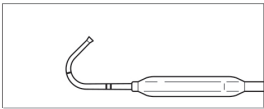

图 9：上颌窦弯曲
– **上颌窦**：治疗上颌窦口/筛漏斗时，建议弯曲约 120-135°（图 9），以进入天然上颌窦口。使用随附的弯曲工具来形成这种几何形状。